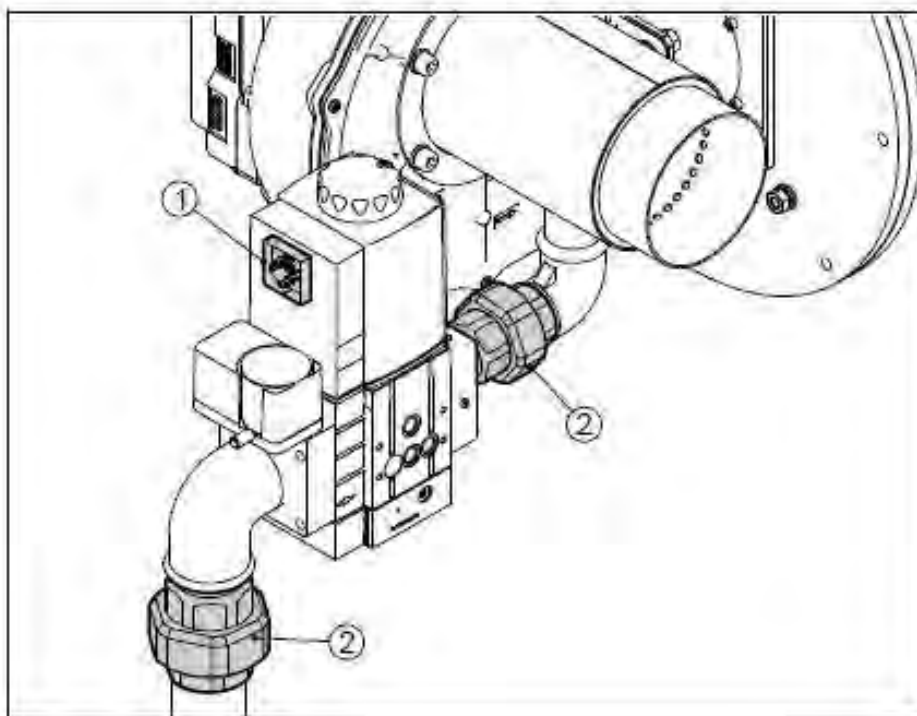

Fig. 54
- 2) Retirer les connexions de l'électrovanne (1) et dévisser les deux raccords union afin de pouvoir retirer le bloc gaz complet (fig 54)